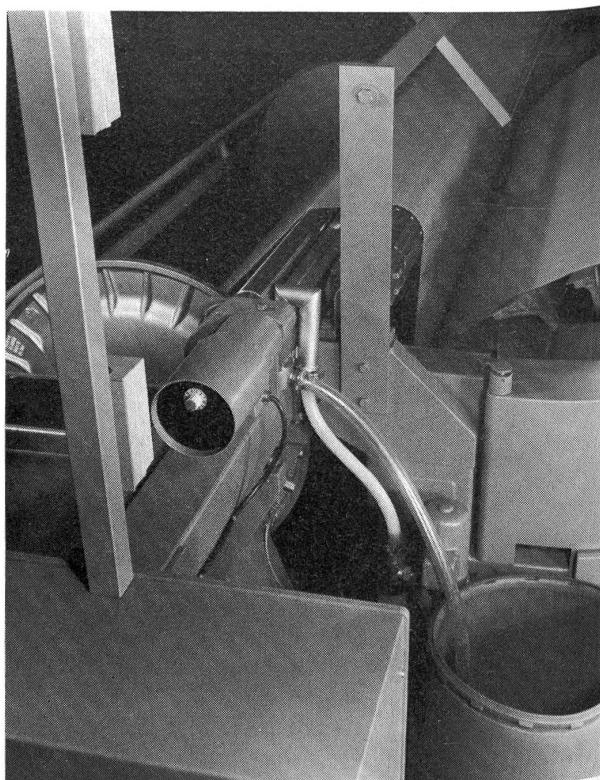

Abbildung 15 Wachs vorrichtung
- Wachs vorrichtung zum Wachsen bestimmter Materialien beim Bäumprozess (Abbildung 15)